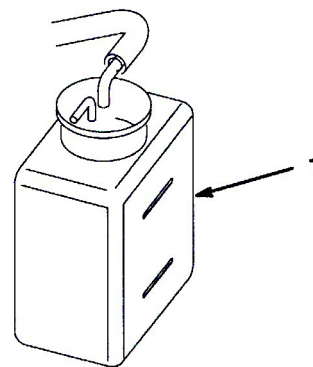

図 27
2. 冷却液の量を点検する (図27)。エンジンが冷えている状態で、補助タンク側面についている 2 本のマークの間にあれば適正である。